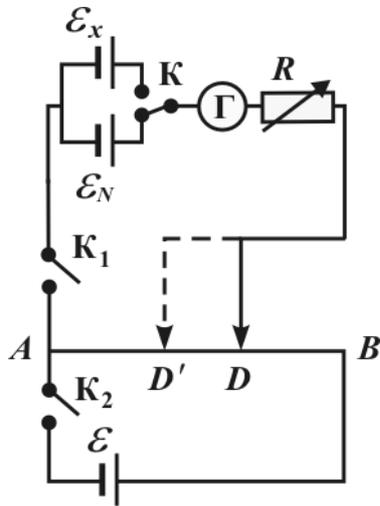

Рис. 3.21
Описание установки и метода. Для измерения ЭДС \mathcal{E}_x собирается схема, представленная на рис. 3.21. Переключатель K предназначен для поочередного подключения \mathcal{E}_N и \mathcal{E}_x . Струна реохорда натянута на масштабной линейке, что дает возможность непосредственно отсчитывать l_x и l_N (расстояния AD и AD'). С целью защиты элементов \mathcal{E}_N , \mathcal{E}_x и гальванометра Γ от больших токов при нескомпенсированном мосте, последовательно с ними включено большое сопротивление R .
1. Соберите схему согласно рис. 3.21. Проследите за тем, чтобы в точке A были соединены одноименные полюса элементов \mathcal{E}_N , \mathcal{E}_x и \mathcal{E} .
4. Вычислите \mathcal{E}_{x1} по формуле (9), повторите измерения не менее 3 — 5 раз, найдите среднее значение и вычислите погрешность измерений.
2. Каково назначение сопротивления R в цепи (рис. 3.21)?